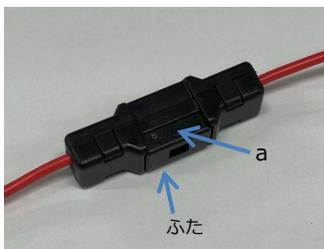

図 1
- ① ふた a部を持ち上げて、ふたを取り外してください。(図1)